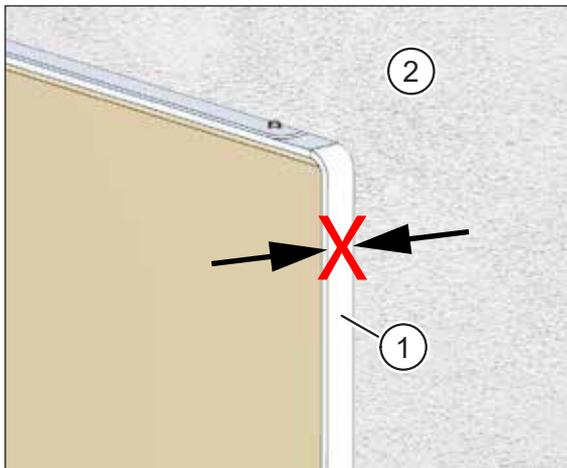

Abb. 61: Putzrahmen darf keinesfalls über die Verkleidung hinausragen
- Der Putzrahmen darf keinesfalls über die spätere Innenwandverkleidung hinausragen (siehe Abb. 61 auf Seite 51). Anderenfalls entsteht ein unschöner Spalt zwischen dem Putzrahmen und der Geräteabdeckung (Abdeckung U²).
- Der Putzrahmen (Pos. 1 in Abb. 61) darf keinesfalls über die Gipskartonplatte (Pos. 2 in Abb. 61) hinausragen.